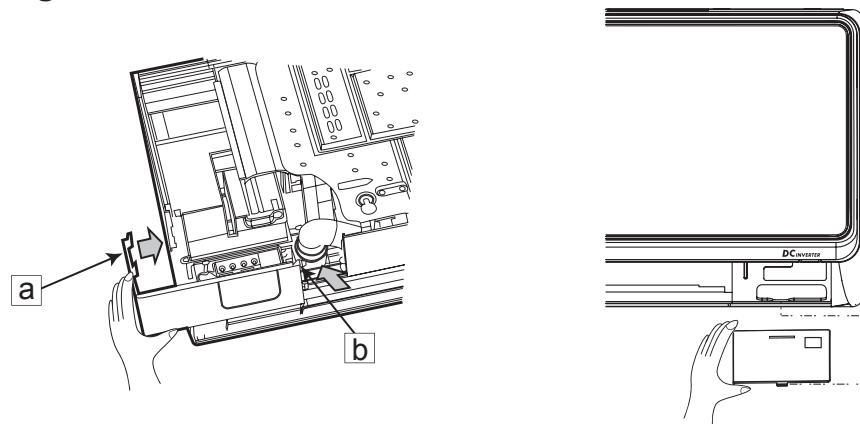

图14
(1) 风室下盖板拆去顺序
用手将面框右下角风室下盖板①、②处的勾子沿箭号方向拉，将风室下盖板取出。（如图14）
(2) 电线连接顺序
- 用向上的力推出接受窗下部卡扣，取下接受窗。（如图14）